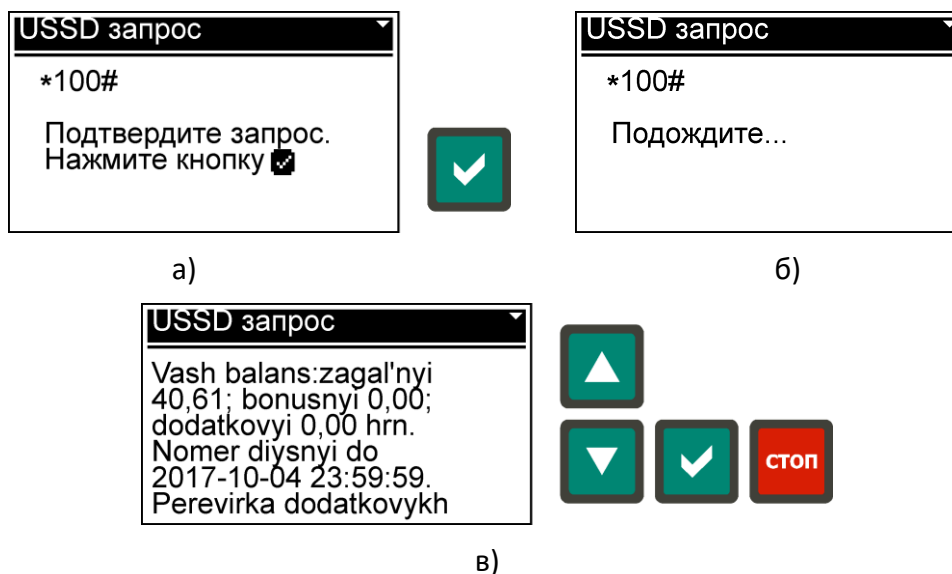

Рис. 5.18. Меню «USSD запрос»:
5.9.3.5.2 Меню «USSD запрос» (рис. 5.18) позволяет получить необходимую информацию от оператора мобильной связи, например проверить баланс на счету. Для этого к контроллеру должен быть подключен GSM модем (п. 5.11.2) и выбрано соответствующее значение параметра P104 (табл. 5.8). Код USSD запроса определяется параметром P300 (табл. 5.8).